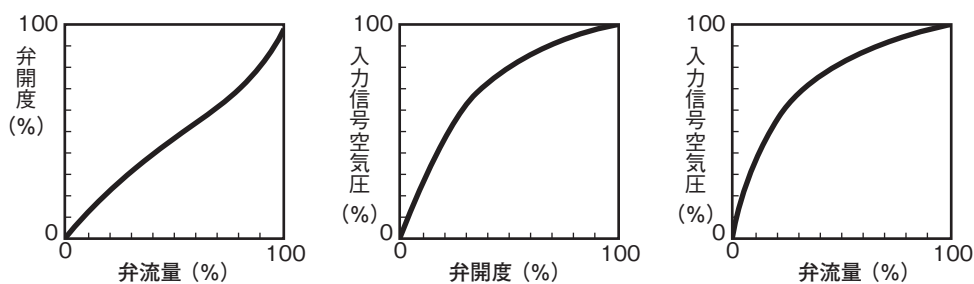

図 5-10 カム使用例 フローウィングバルブ (フルポート・逆作動) の場合
- 【2】図5-10を参照し、プロセスに適する流量特性の得られるカム特性を選定します。